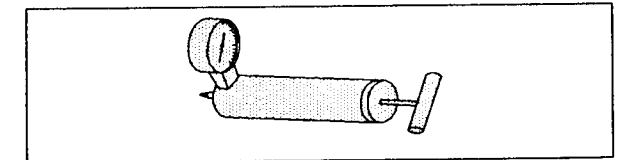

Abb. 2: Unterdrucktestgerät
1. **Unterdrucktestgerät** (Abb. 2) an **Komponente** anschließen.